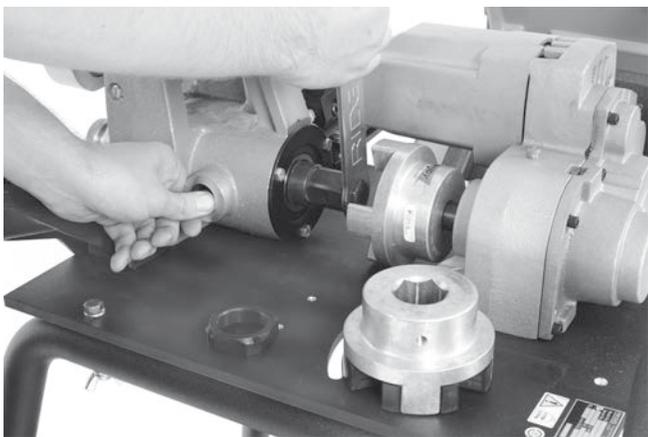

Figura 27 - Îndepărtarea Şurubului de tragere
6. Folosiți hexagonul de $\frac{15}{16}$ " din cheia fixă pentru a slăbi bolțul de tragere (Figura 27).